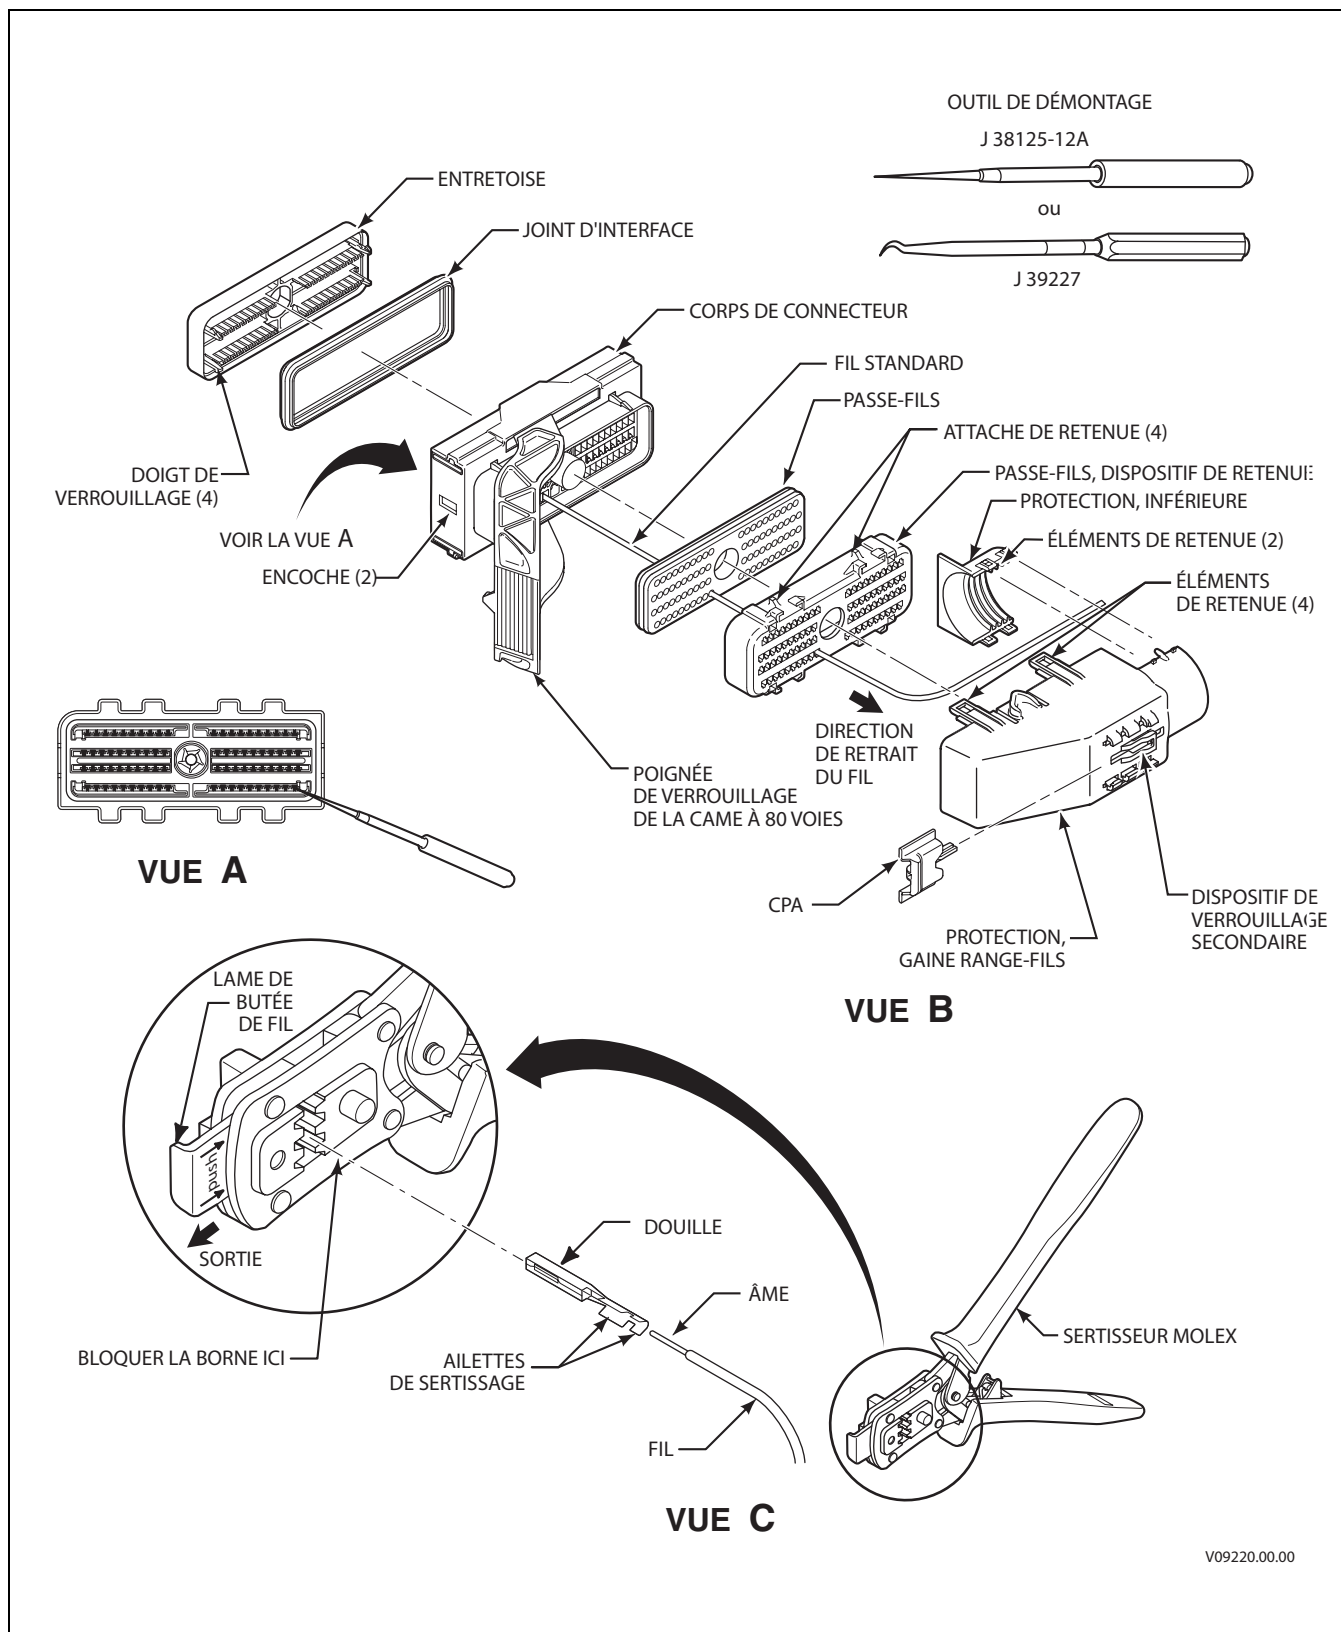

Figure E-2A. Connecteur 80F à came AFL du TCM, direction 'A'
A. Connecteur, ensemble 80F à came, direction 'A' (voir la Figure E-2A)
C. Retrait du connecteur (Figures E-2A ou B, vue B)
3. Reportez-vous à la Figure E-2A ou B, vue B. Utilisez un tournevis à petite lame pour dégager doucement les éléments de retenue (2) de la protection de la gaine range-fils et retirez-les de la gaine range-fils de l'enveloppe d'isolateur. Dégagez doucement les éléments de retenue (4) de la gaine range-fils de l'enveloppe d'isolateur et dégagez-le du corps du connecteur.
C. Retrait du connecteur (Figures E-2A ou B, vue B) (*suite*)
4. Insérez un tournevis à petite lame entre le corps du connecteur et le dispositif de retenue du passe-fils (Figure E-2A ou B, vue B) et dégagez avec précaution le dispositif de retenue du passe-fils du corps du connecteur en faisant levier. Faites glisser le dispositif de retenue du passe-fils le long des fils afin de le dégager du corps du connecteur. Si le joint d'étanchéité du passe-fils est resté sur le corps du connecteur, faites-le également glisser afin de le dégager du corps du connecteur et placez-le dans le dispositif de retenue du passe-fils afin d'accéder plus facilement aux fils.
7. Insérez la lame métallique de l'outil de démontage J 38125-12A ou J 39227 dans le petit trou qui se trouve à l'avant du corps du connecteur, au-dessus ou en dessous de l'emplacement de la cavité du conducteur de borne/fil souhaité (voir les Figures E-2A ou B, vue A).
2. Reportez-vous à la Figure E-2A ou B, vue C. Tirez la lame de butée de fil de l'outil de sertissage afin de l'éloigner de la zone de sertissage des bornes. Insérez complètement la borne dans l'orifice du calibre de fil approprié de l'outil de sertissage J 47139 jusqu'à ce qu'elle touche la butée et qu'elle soit correctement orientée. Resserrez la poignée de manière à maintenir la borne en place dans l'outil, mais sans comprimer les ailettes de sertissage.
8. Reportez-vous à la Figure E-2A ou B, vue B. Alignez les quatre éléments de retenue de la gaine range-fils de l'enveloppe de l'isolateur avec les quatre attaches de verrouillage du dispositif de retenue du passe-fils et enfoncez la gaine range-fils de l'enveloppe de l'isolateur sur le dispositif de retenue du passe-fils jusqu'à ce que les quatre éléments de retenue s'enclenchent. Alignez la protection de la gaine range-fils avec la gaine range-fils de l'enveloppe de l'isolateur et appuyez dessus jusqu'à ce qu'elle s'enclenche des deux côtés.